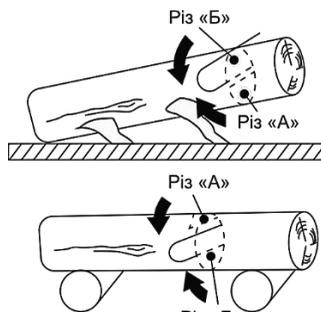

Рисунок 7
4.2.1 Розпилювання колоди за допомогою опор (дивіться рисунок 7)